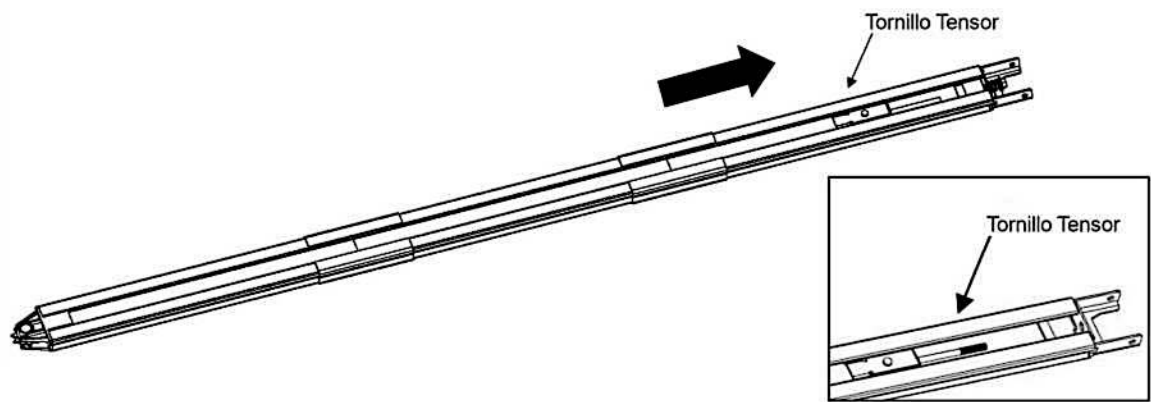

Fig.11
**Paso 1.** Corte el Cinturón de Plástico y Jale el Tornillo Tensor Junto con la Cadena en el Interior del Riel "C" hasta la Posición Adecuada. (Fig.11).